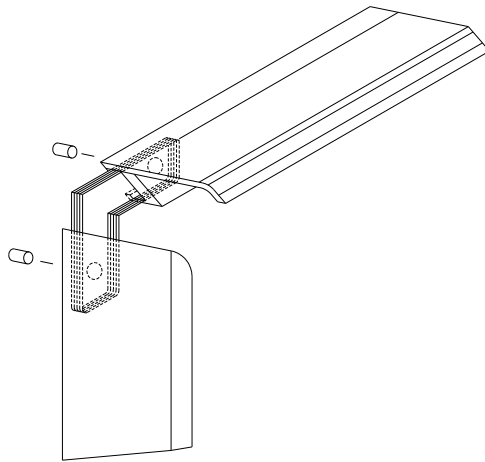

Figure 2.4
2. Assemblez la garniture de la façade en fixant les coins à onglet à l'aide des goussets en coin. (Figure 2.4)